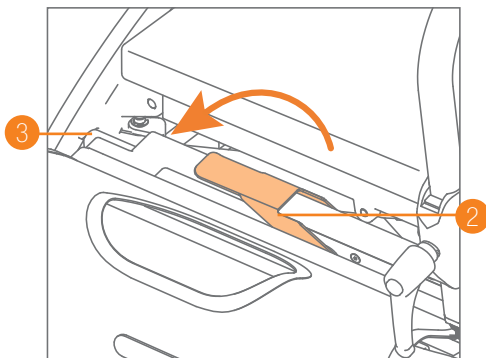

Figure 39: Verrouillage du kit fauteuil roulant.
- d. Poussez la poignée rouge vers le bas sans forcer pour verrouiller le kit fauteuil roulant. Les boulons de verrouillage seront libérés et l'ensemble sera correctement fixé (**Figure 39**). Vous pouvez maintenant utiliser le Rollz Motion Electric comme déambulateur tout en transportant le kit fauteuil roulant.